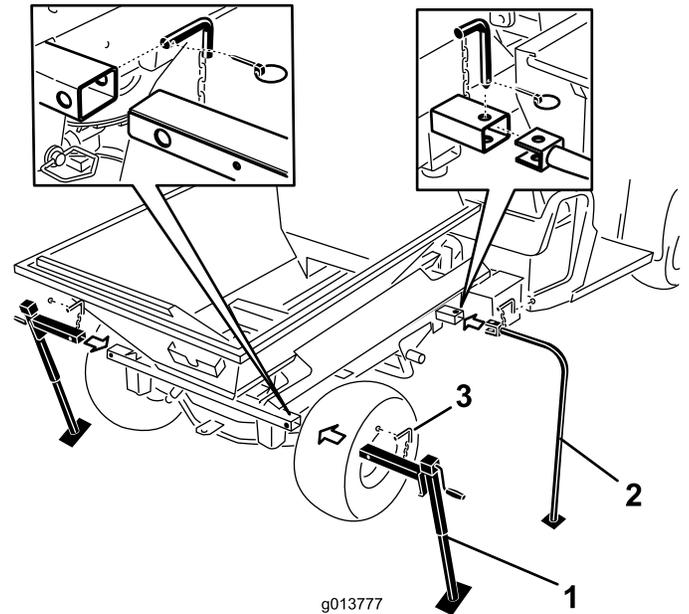

图49
7. 将前存放支柱和后支架千斤顶插入机器管中，并用锁定销进行固定（图49）。